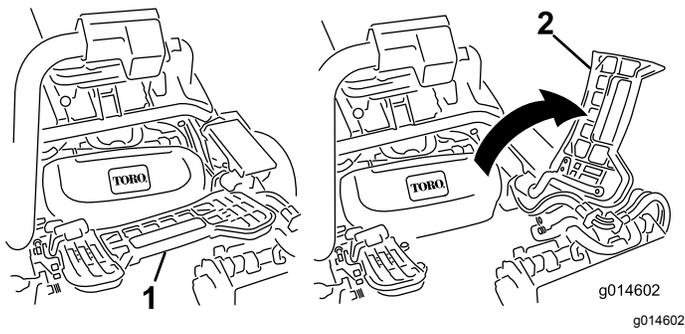

Figura 30
2. Levante el reposapiés y gírelo hacia arriba, para tener acceso a la posición de la unidad de corte central (Figura 30).